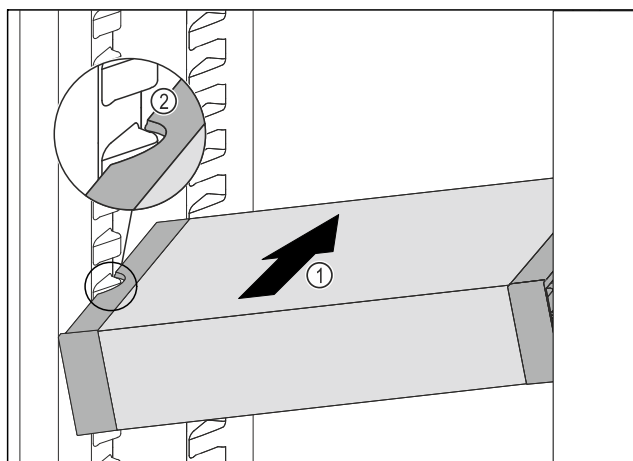

Fig. 98
- ▶ Zasuňte VarioSafe do chladničky pod úhlem tak Fig. 98 (1), aby vybrání na bocích Fig. 98 (2) VarioSafe byla na úrovni žebrování na nádoby v chladniče.